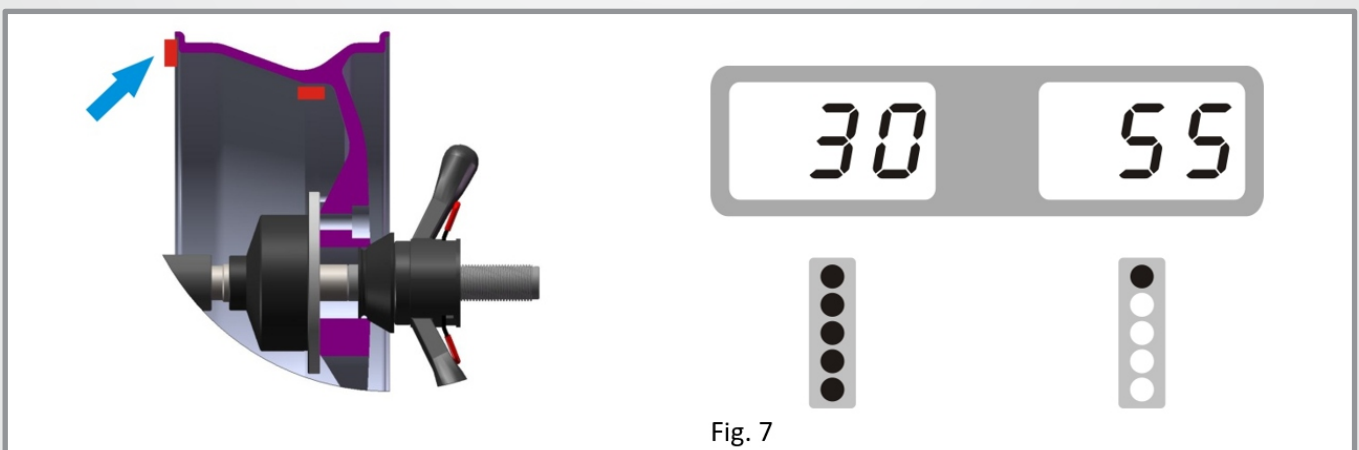

Fig. 7
4.2.6. Roda girando lentamente no sentido anti-horário, os displays com leds esquerdos totalmente acesos indicam a posição angular correta onde montar os contrapesos, posição 12 horas (9H=Off) ou 9 horas (9H=On) no interior, conforme Fig. 7 e adicione o contrapeso.